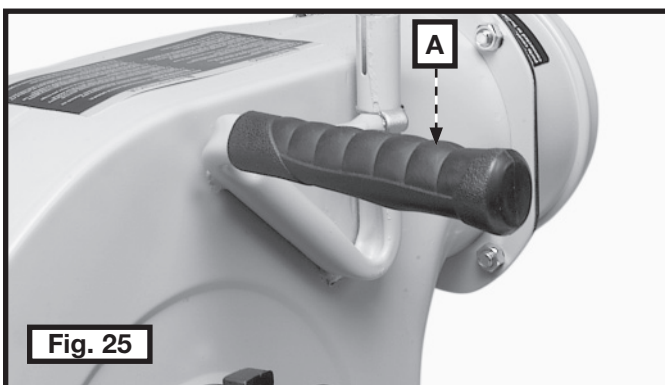

Fig. 25
1. El colector de polvo cuenta con una práctica asa de transporte con una empuñadura de goma (A), Fig. 25, que permite transportar fácilmente la unidad de un área de trabajo a otra.